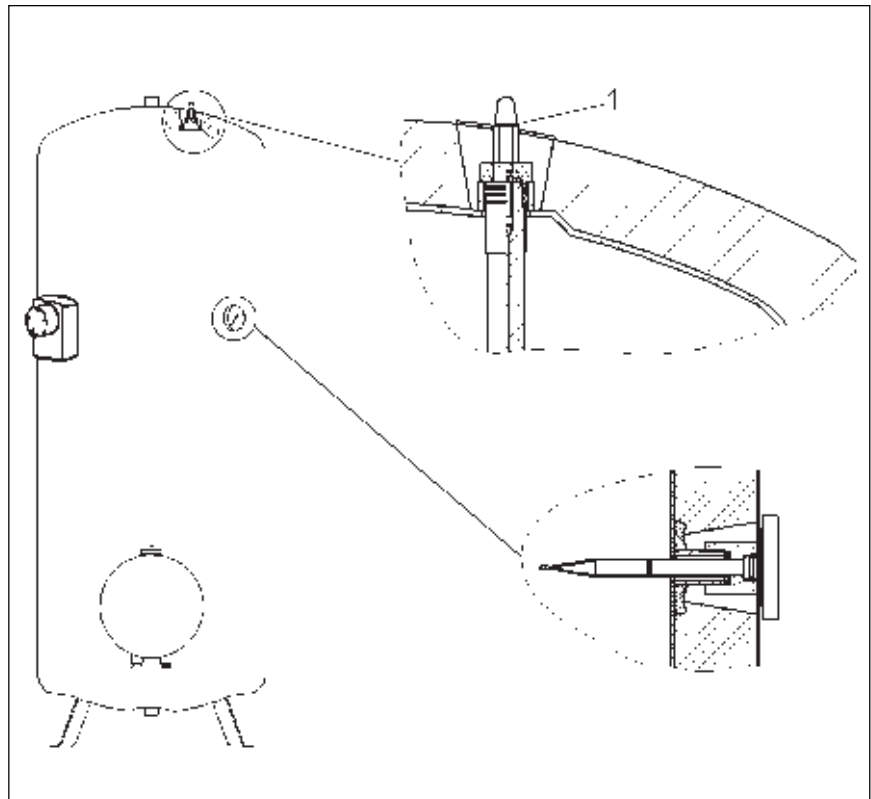

Рис. 5
- Наклеить на защитный чехол вокруг индикатора прилагающуюся наклейку (рис. 5, пункт 1).
– Термометр вставить в защитную трубу до упора и выровнять (рис. 5).